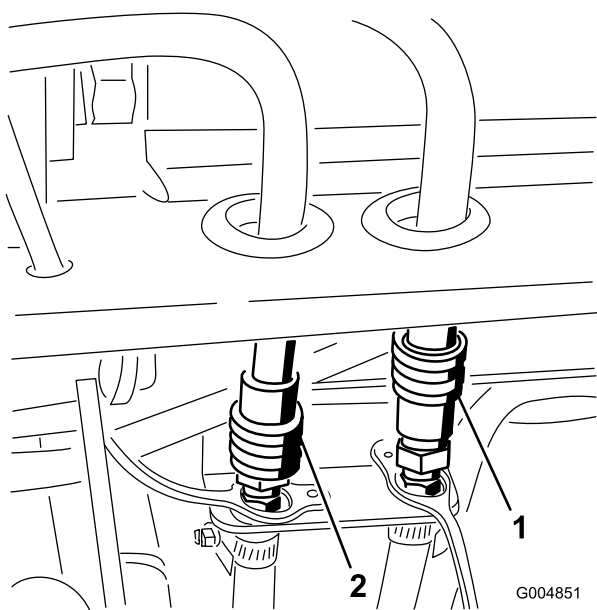

Figure 34
26. Branchez les flexibles de retour et de pression de la cabine aux raccords rapides du support de châssis arrière (Figure 34).